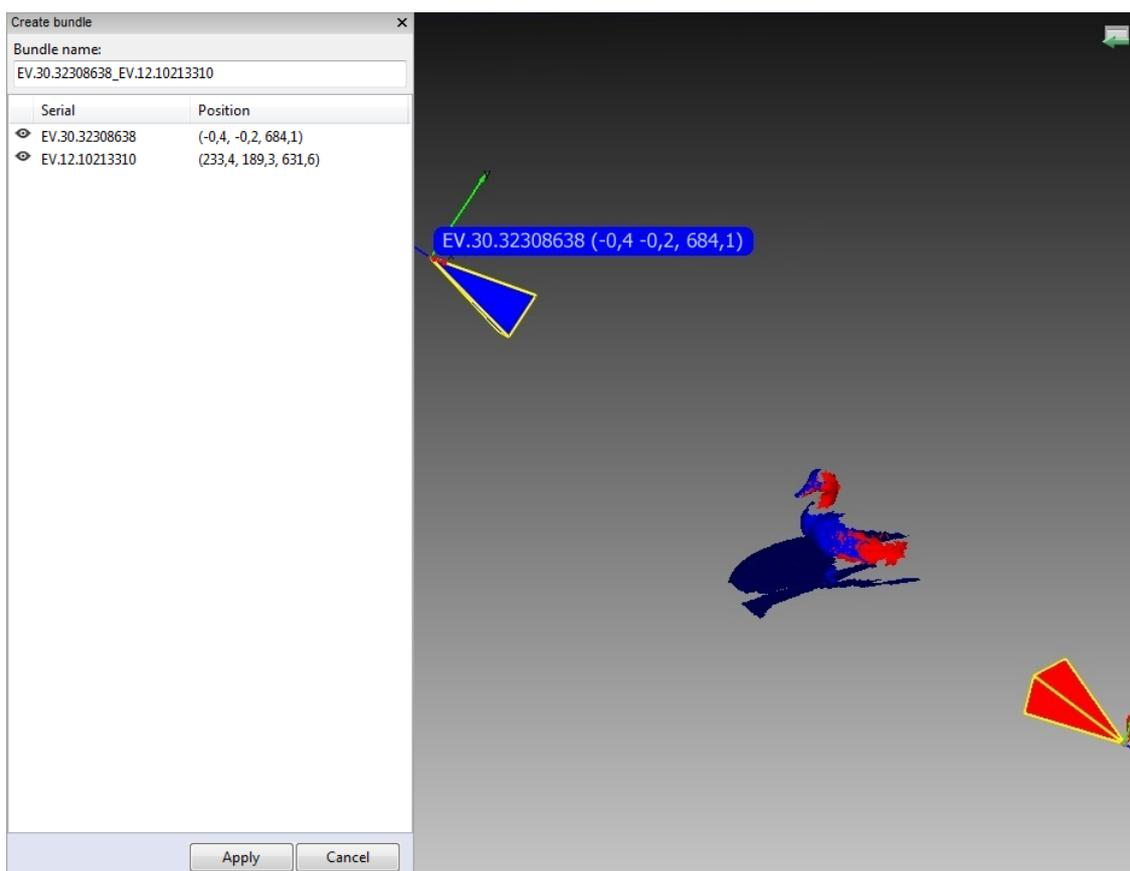

Abbildung 110: Fenster zur Bündel-Erzeugung.
5. Im Menü *Datei* → *Bündel erzeugen* selektieren. Falls vergessen wurde, die Scans auszurichten, erscheint ein Warnhinweis, andernfalls das Bedienfeld zur Bündel-Erzeugung (siehe Abb. 110). Im Fenster *3D-Ansicht* werden die selektierten Scans, die Position und Blickrichtung der Scanner (mit Hilfe einer passend eingefärbten Pyramide), die Gerätenummern und die Scanner-Koordinaten angezeigt, zusätzlich eine Liste der angeschlossenen Geräte mit den zugehörigen Informationen.